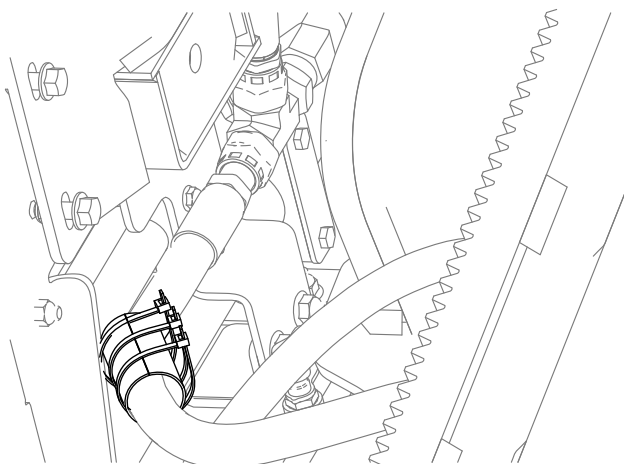

Figure 6
6. Installez la protection de flexible à l'aide de 3 serre-câbles (Figure 6).